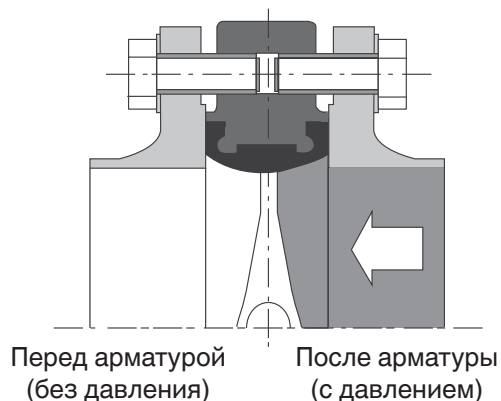

Рисунок 5. Первый этап установки
4. Отвернуть все болты с задней стороны арматуры в перекрестном порядке (см. рисунок 5–7).